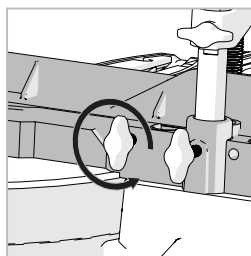

Fig. 10
- Desserrez la vis papillon. **(Fig. 10)**